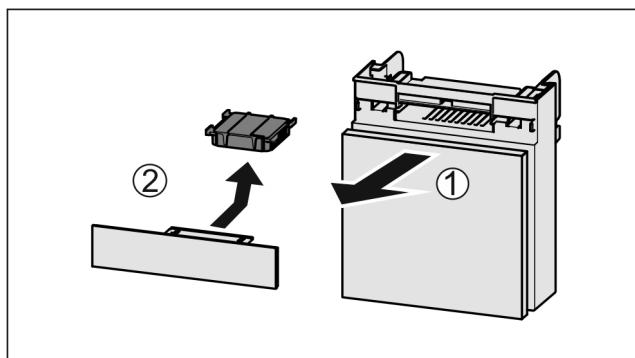

Fig. 134
- Lade vanaf de voorkant eruit trekken Fig. 134 (1).
- Actiefkoolfilter verwijderen Fig. 134 (2).